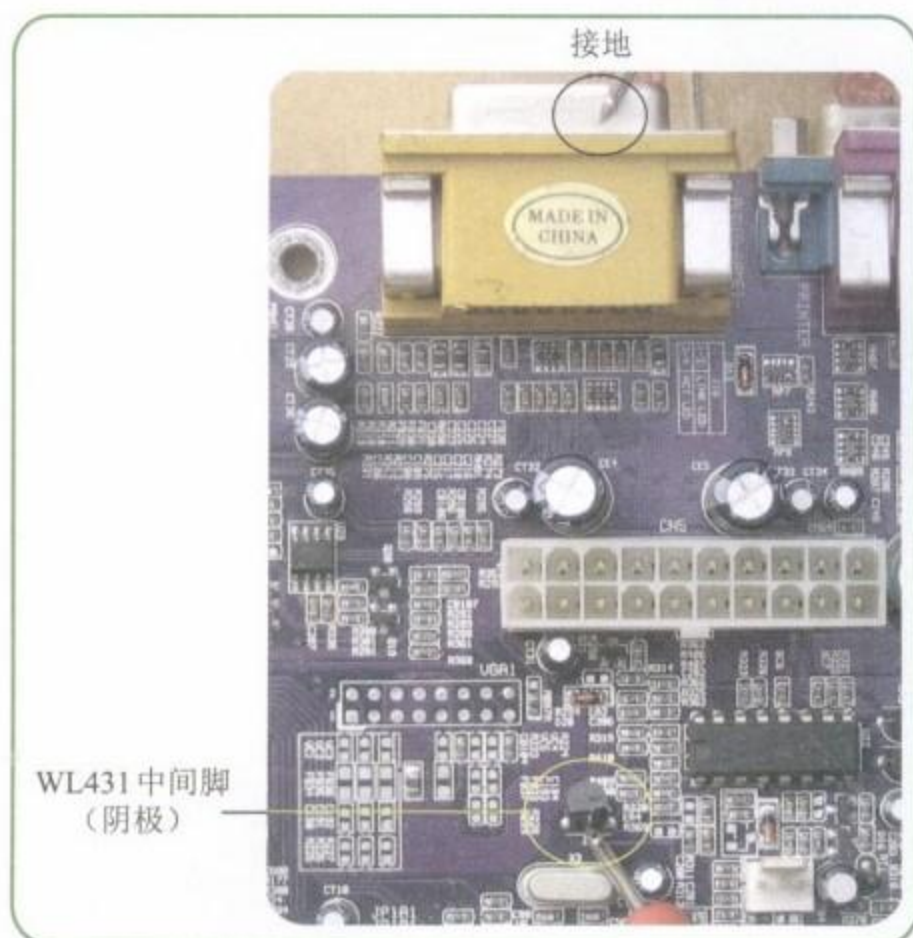

图8-63 测量精密稳压器第2脚接地的线路
Step 02 测量精密稳压器第2脚接地的线路，如图8-63所示。